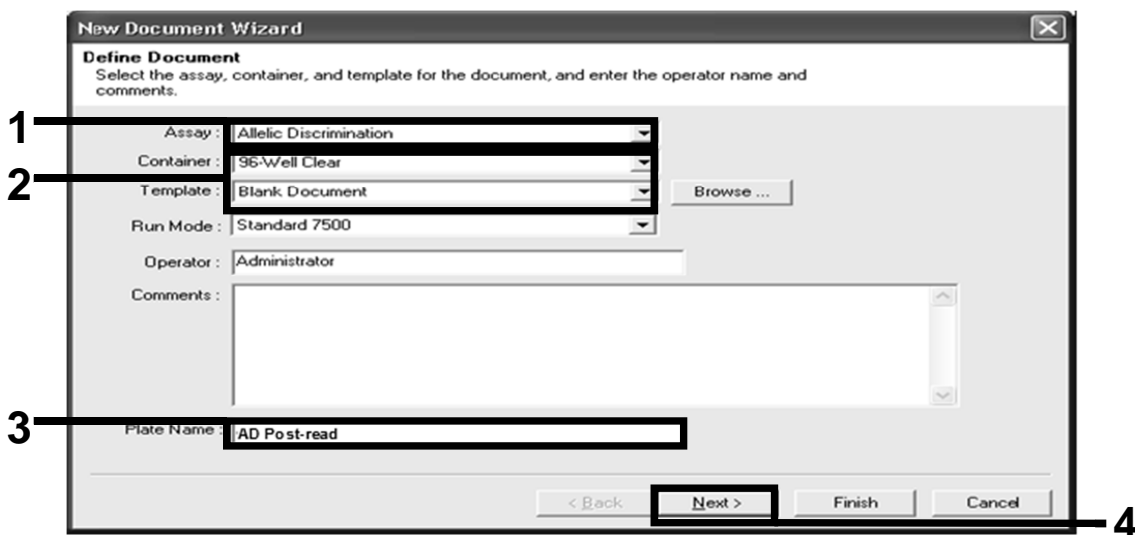

Ilustración 13. Configuración predeterminada para crear un nuevo procesamiento poslectura (“New Document Wizard” [Asistente para documentos nuevos]).
- 12. En el cuadro de diálogo “New Document Wizard” (Asistente para documentos nuevos), haga clic en la lista desplegable “Assay” (Ensayo) y seleccione “Allelic Discrimination” (Discriminación alélica) (ilustración 13).**
13. Acepte la configuración predeterminada para los campos “Container” (Contenedor) y “Template” (Molde) (“96-Well Clear” (Placa vacía de 96 pocillos) y “Blank Document” (Documento en blanco), ilustración 13). En el campo “Plate Name” (Nombre de placa), introduzca *AD Post-read* (Poslectura) (ilustración 13) y, a continuación, “Next>” (Siguiente) para acceder al cuadro de diálogo “Select Markers” (Seleccionar marcadores).